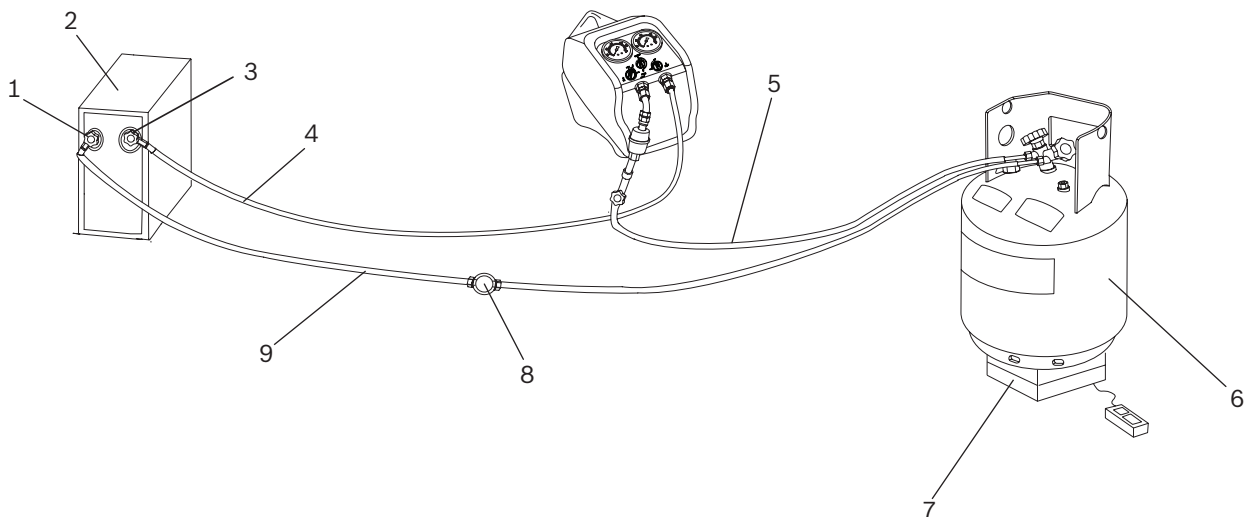

Bild 4: Återvinning med sug och tryckmetod
4. Koppla RG8.0 / RG4.0 till systemet som skall servas. Se bild 4. Utför arbetet i den ordning som anges nedan. Använd bara godkända slangar. Eftersom man måste växla slangar för att fullständigt tömma köldmedium ur systemet måste man ha slangar med ventiler i båda ändar, och dessa instruktioner är skrivna med sådana slangar i åtanke.
- Koppla en röd slang till inloppet för vätska (röd) på en godkänd återvinningstank och den andra ändan till högtryckssidan på A/C kylsystemet. Det är lämpligt att ha ett siktglas (Bild 4, Pos. 8) i slangen för övervakning av vätskeflödet.
- ⇒ Nu bör köldmedium i vätskeform börja att rinna in i tanken. Det bör kunna observeras i siktglaset (Bild 4, Pos. 8). Se bild 4.